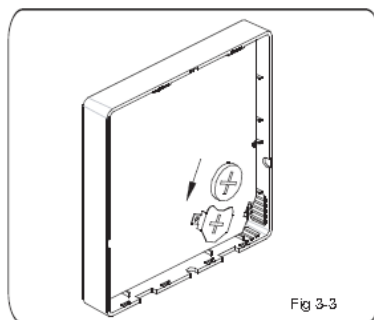

Fig 3-3
4. Coloque la batería en su sitio y asegúrese de que el lado positivo de la batería está colocado correctamente. (Ver Fig. 3-3)